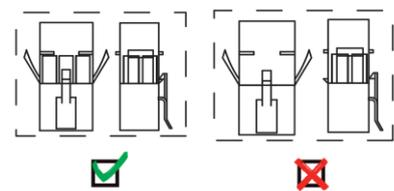

Abbildung 10 Steckanschluss Kochfeld zum Backofen
- Die Stecker rot und weiß vom Kochfeld, entsprechen an der Backofenoberkannte rot und weiß anschließen. Siehe Abb. 10